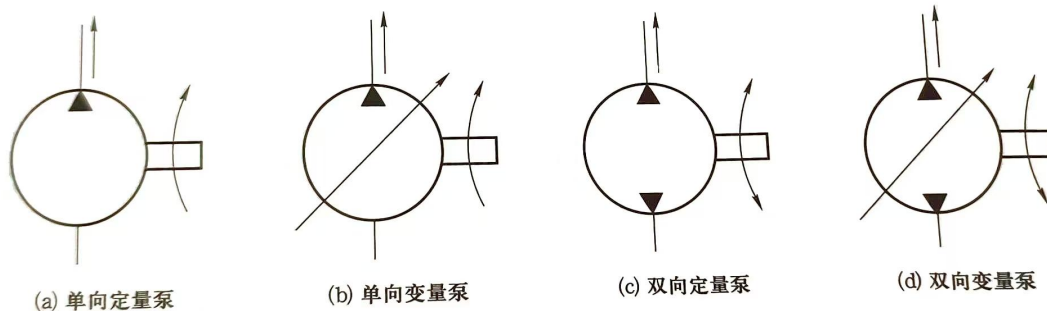

图 2-2 常见液压泵的图形符号
2. 展示液压泵工作原理图（图 2-1）和图形符号（图 2-2），辅助学生直观理解。
(2) 液压泵的分类
- 图形符号解析（图 2-2）：